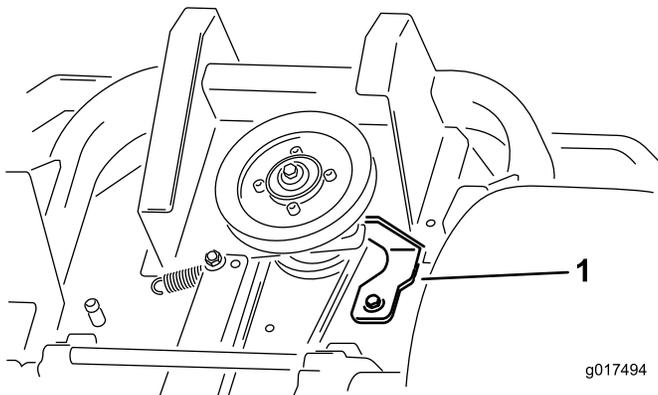

Figura 58
5. Retire el tope del embrague (Figura 58).
9. Instale el tope del embrague (Figura 58).